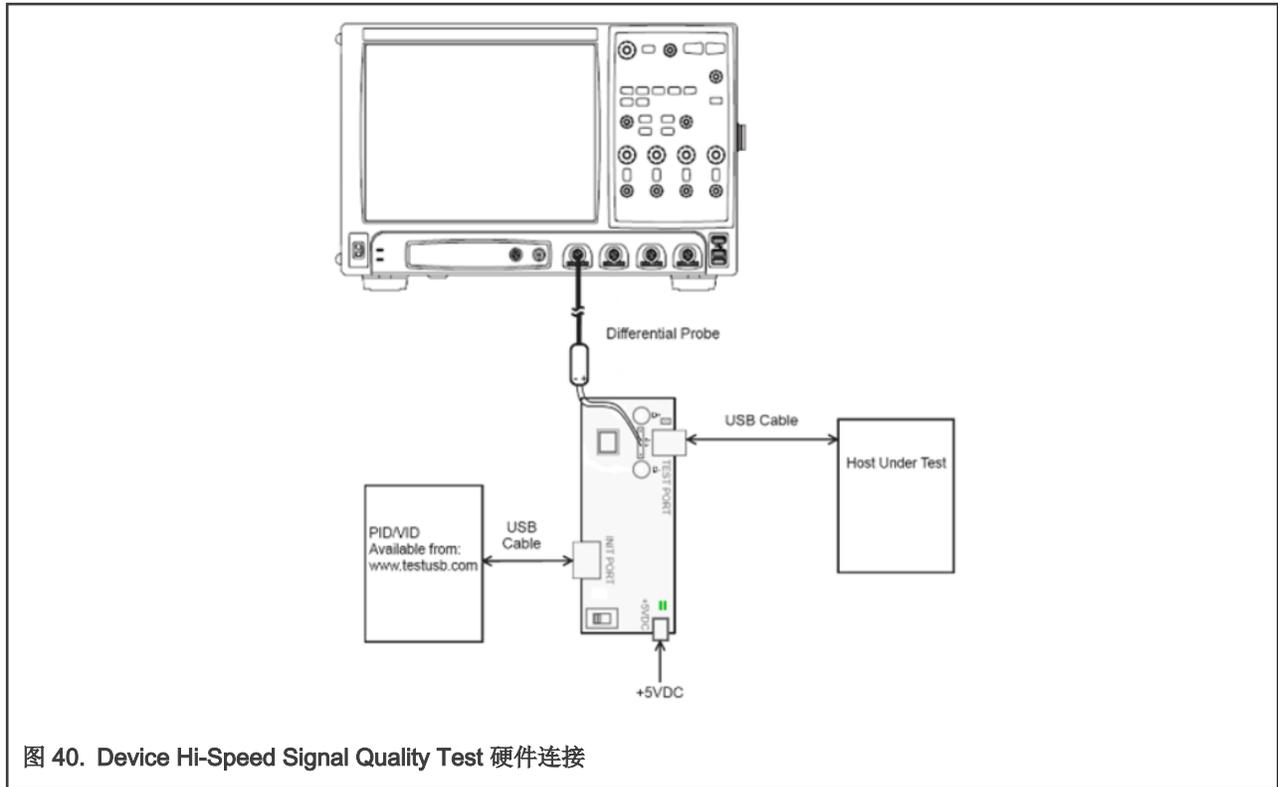
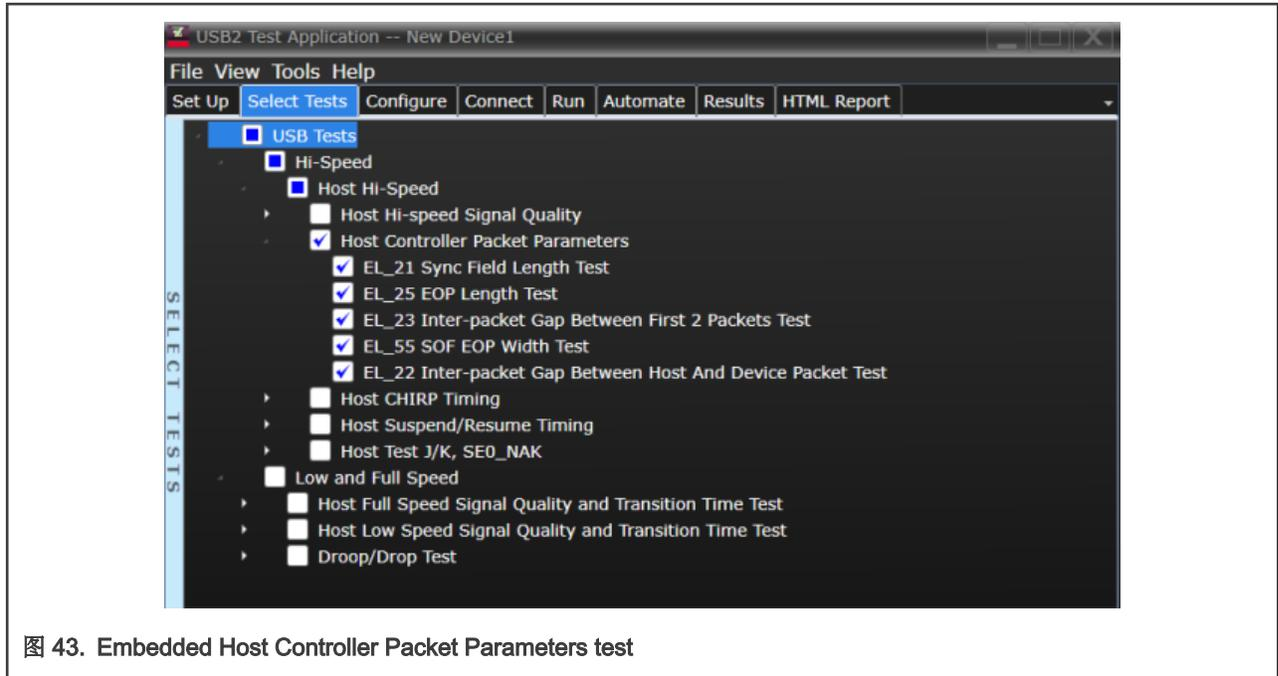

图 40. Device Hi-Speed Signal Quality Test 硬件连接
图 43. Embedded Host Controller Packet Parameters test
2. 按照图 40 连接好测试 Embedded Host 板，夹具以及示波器。将 50 欧姆的终端电阻接入夹具上的 SMA 接口。
1. 选择如图 43 所示的测试项，按照图 40 连接好测试设备，夹具以及示波器。将 50 欧姆的终端电阻接入夹具上的 SMA 接口。